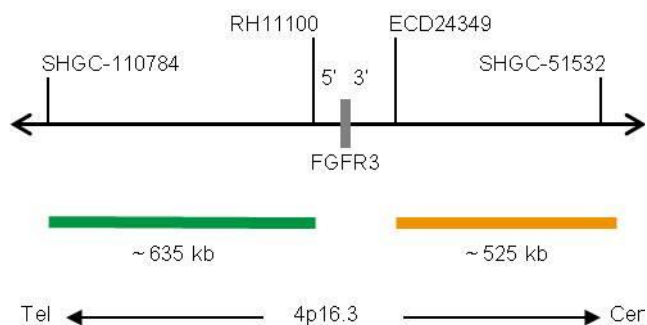

Fig. 1: SPEC FGFR3 Mapa de la sonda (no está a escala)
- Polinucleótidos marcados en verde (excitación a 503 nm/emisión a 528 nm) ZyGreen (~10 ng/ μ l), dirigidos a secuencias localizadas en 4p16.3* (chr4:1,093,149-1,729,455) distales a la región del punto de ruptura de FGFR3 (ver Fig. 1).
- Polinucleótidos marcados en naranja (excitación a 547 nm/emisión a 572 nm) ZyOrange (~4,5 ng/ μ l), dirigidos a secuencias localizadas en 4p16.3* (chr4:1,922,997-2,446,931) proximales a la región del punto de ruptura de FGFR3 (ver Fig. 1).